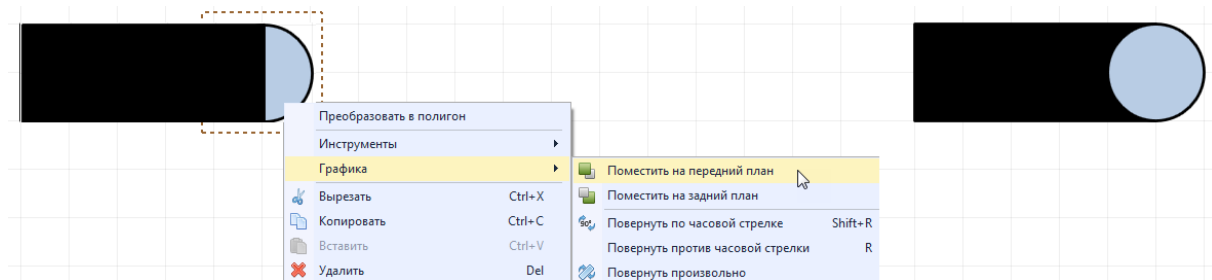

Рис. 439 Выбор последовательности отображения объектов
2. Вызовите контекстное меню и в зависимости от требуемого отображения, в разделе «Графика» выберите пункт «Поместить на передний план» или «Поместить на задний план», см. Рис. 439.